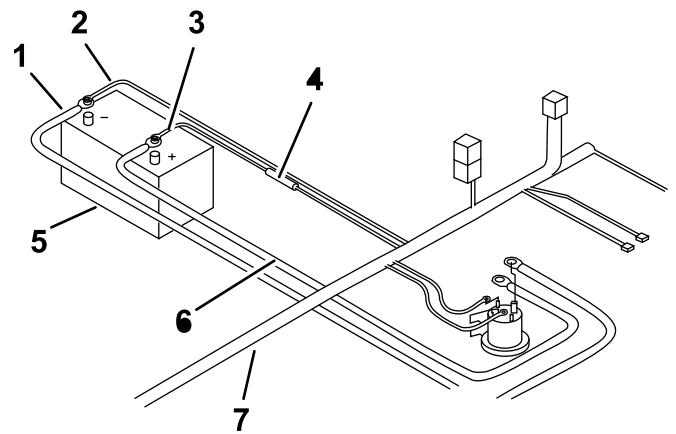

Figura 14
15. Conecte el cable negro de corriente/masa al borne negativo (-) de la batería (Figura 14).
16. Conecte el cable marrón al borne negativo (-) de la batería (Figura 14).
17. Conecte el extremo libre del cable de la batería al borne positivo (+) de la batería (Figura 14).
18. Conecte el cable rojo con fusible al borne positivo (+) de la batería (Figura 14).